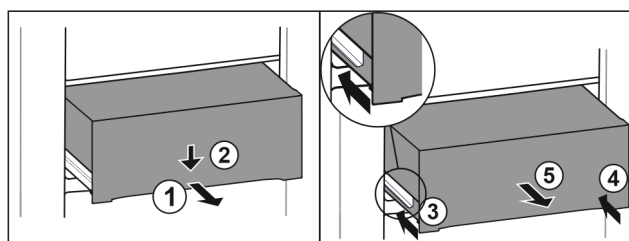

Fig. 113
- Húzza ki félig a fiókot. Fig. 113 (1)
- Nyomja le a fiók első oldalát. Fig. 113 (2)
- Tolja be a bal oldali sínt körülbelül 2 cm mértékben. Fig. 113 (3)
- Tolja be a jobb oldali sínt körülbelül 2 cm mértékben. Fig. 113 (4)
- Vegye ki a fiókot előre felé. Fig. 113 (5)